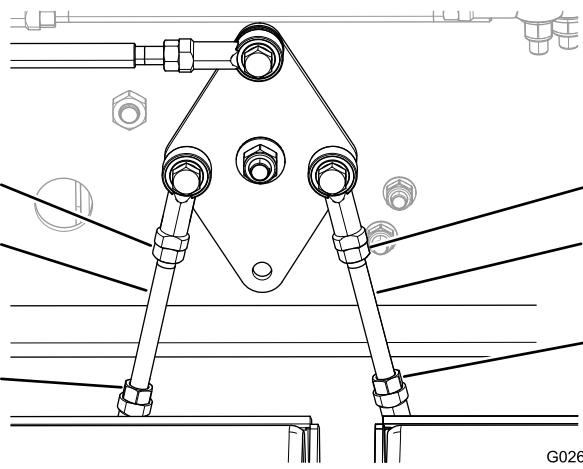

図13
13. 必要に応じてステアリングロッドの長さを調整する図13。